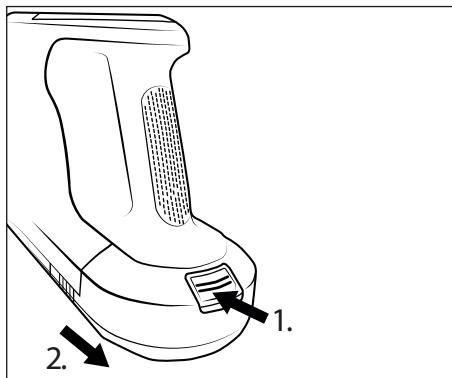

Abb. 13
- Um den Akku ② vom Gerät zu entfernen, halten Sie die Akku-Entriegelungstaste ① gedrückt und ziehen Sie den Akku ② aus dem Gerät (siehe Abb. 13).